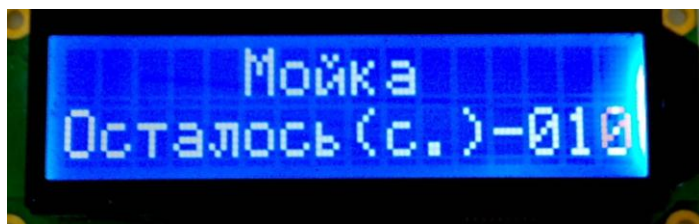

Рис.6.1.
5.4. Мойка работает по трем программам длительностью 20, 40, 60с выбираемой в зависимости от степени загрязнения колеса. Во время процесса мойки дисплей отображает количество секунд, оставшихся до конца выполнения программы (рис. 6.1).